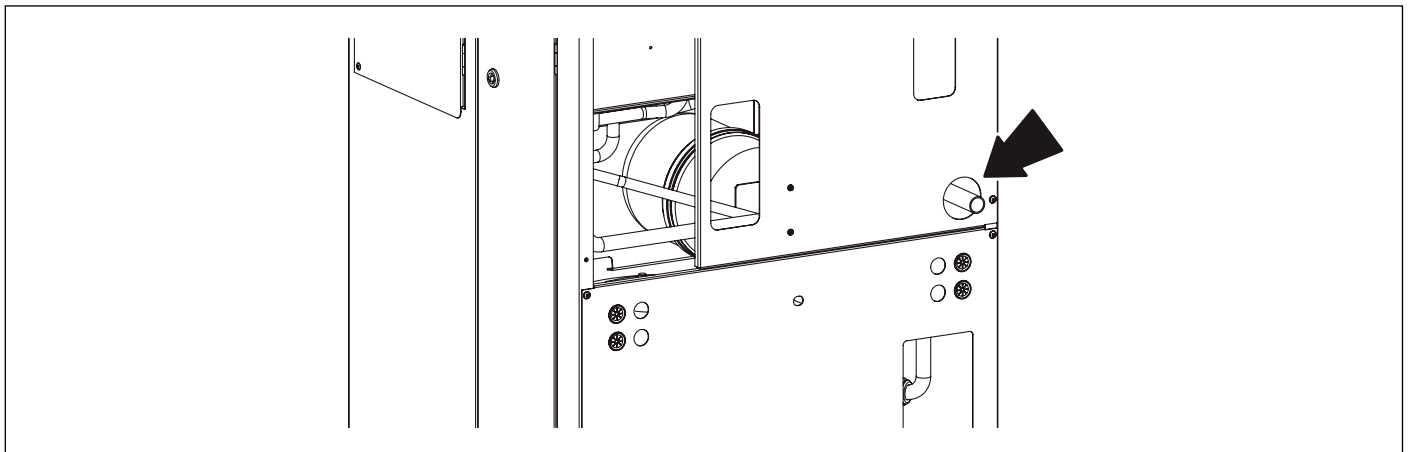

Fig. 23 Evacuare condens
Pentru a conecta racordul de gaz al centralei termice la țevile de alimentare, este **OBLIGATORIU** să interpuneți o garnitură de etanșare (A) de mărime și din material adecvat (vezi Fig. 23 Evacuare condens).